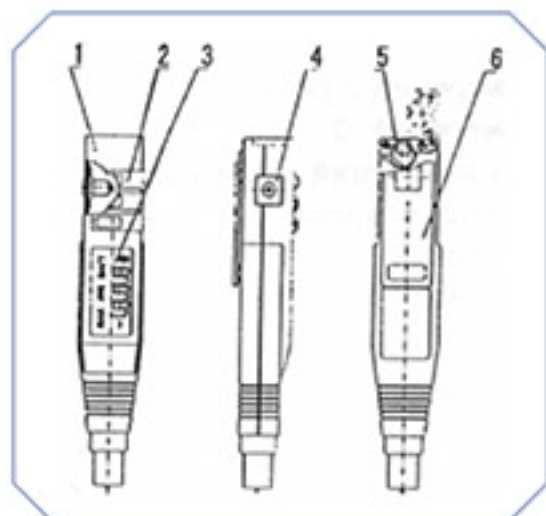

Рисунок 1
1. Состав основного блока (см. рис. 1).